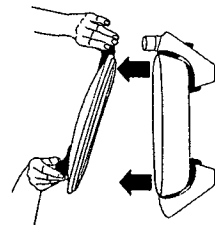

Fig. 3
- Para sacar la tapa, utilice ambas manos para levantarla suavemente y sacarla. (ver Fig. 3).